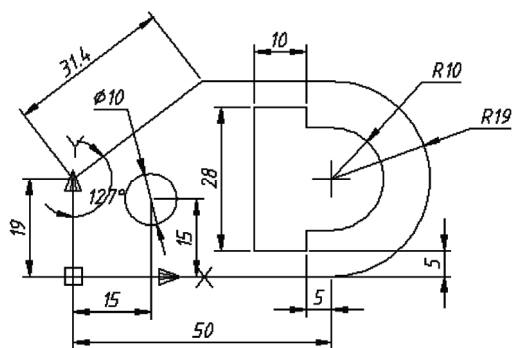

图 5-86 制图及标注练习 1
- 13) 上机练习: 绘制图 5-86 所示的图形, 并标注其尺寸。